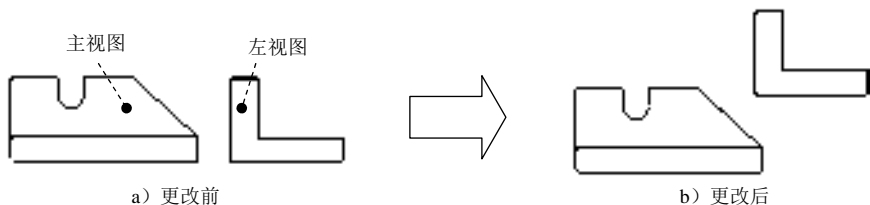
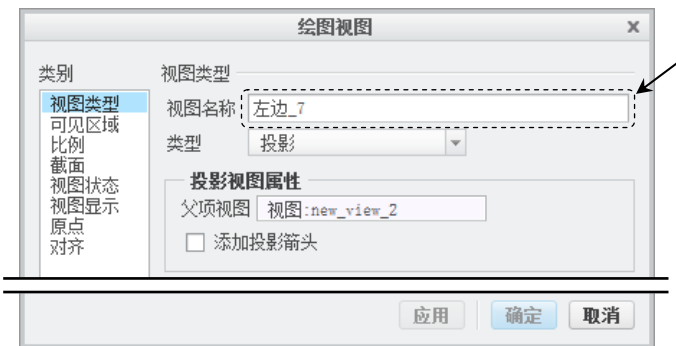

图 3.10.1 更改视图类型
图 3.10.2 “绘图视图”对话框（一）
视图在创建完成后，如果认为视图名不合适，仍可以对其进行修改，在双击视图打开“绘图视图”对话框后，可以在图 3.10.2 所示的 **视图名称** 的文本框中直接输入新的视图名。视图类型则是根据原来创建时的条件进行修改，例如可以将投影视图改为一般视图，投影视图被改为一般视图后不再受投影关系的约束，此时可以将其移动到合适的方位。改变视图类型的效果如图 3.10.1 所示，下面说明其操作步骤。
Step2. 双击图形区中的左视图，系统弹出图 3.10.2 所示的“绘图视图”对话框（一）。